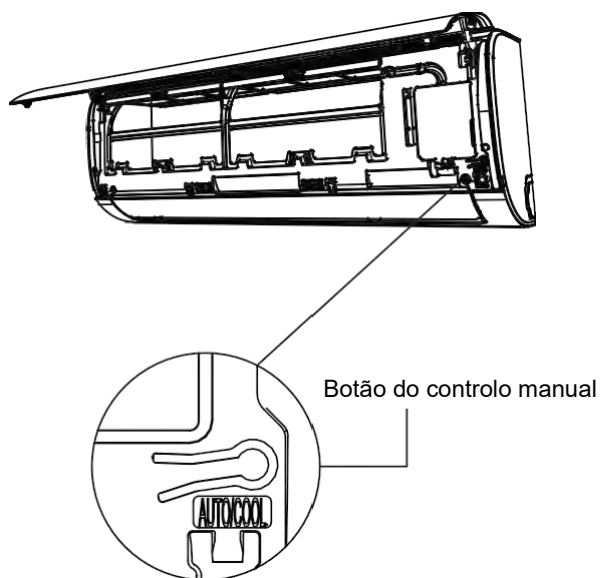

Fig. 8.1
2. O botão de **CONTROLO MANUAL** está localizado no lado direito do aparelho. Prima duas vezes para seleccionar a função COOL. Veja a Fig..8.1